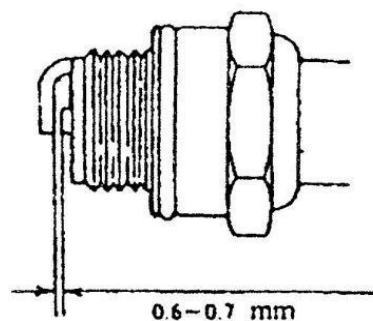

Fig. 16
- (1) Po codziennej pracy umyj filtr powietrza, bo jeśli chemikalia przykleją się do gąbki zmniejszy się moc silnika. Zwracaj na to szczególną uwagę!
- (2) Po umyciu gąbki benzyną należy nałożyć ją z powrotem.
- (3) Prawidłowa szczelina między elektrodami świecy powinna wynosić 0.6-0.7mm, sprawdzaj ją często, jeśli jest zbyt duża lub zbyt mała, popraw — jak pokazano na rys.16.
- (4) Świeca zapłonowa pasująca do tego urządzenia ma symbol 4106J. Nie używaj innych modeli. Jeśli trzeba wymienić świecę można ją kupić w serwisie urządzeń ogrodniczych czy też sklepie ze sprzętem rolniczym lub ogrodniczym.